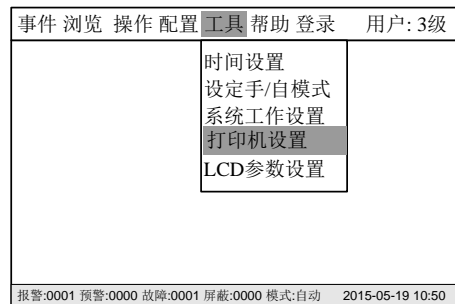

图 26-2
2. 按“→”键选择“工具”子菜单 (图 26-2), 选择“打印机设置”, 然后按“OK”键。打印机设置窗口显示。